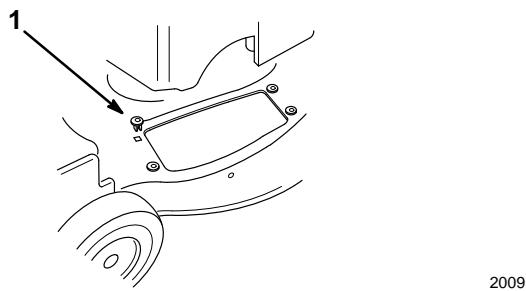

Figure 37
- Insérer les quatre oeillets fournis avec le sac de ramassage dans les quatre trous carrés du carter de tondeuse (Fig. 37).